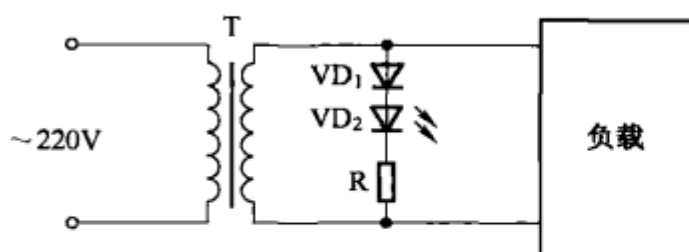

图 3-43
(2) 发光二极管用于交流电源指示的电路，如图 3-43 所示， VD_1 为整流二极管， VD_2 为发光二极管， R 为限流电阻， T 为电源变压器。